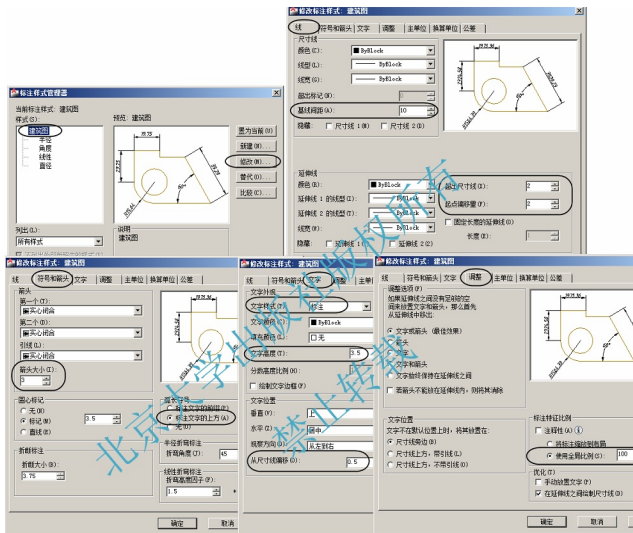

图 9-32 修改建筑制图标注样式中的基本参数
(1) 打开机械图的样板文件“我的样板.dwt”文件；
(2) 建立建筑图标注样式：打开【标注样式管理器】，将“机械图”样式名修改为“建筑图”，如图 9-32 所示。
① 修改“建筑图”样式：根据建筑制图要求修改“建筑图”样式中的基本参数。选中“建筑图”并单击【修改】按钮，在弹出的【修改标注样式】对话框中，分别作如下修改：
以上所有设置如图 9-32 所示。